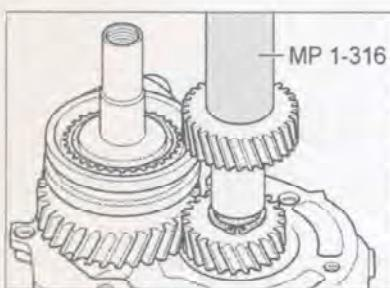

Рис. 7.222. Нагрев шестерни 5-й передачи до 100°C, напрессуйте шестернию до упора на вал. Буртик шестерни должен быть направлен к корпусу подшипников.
89. Нагрев шестерню 5-й передачи до 100°C, напрессуйте шестерню до упора на вал (рис. 7.222). Буртик шестерни должен быть направлен к корпусу подшипников.